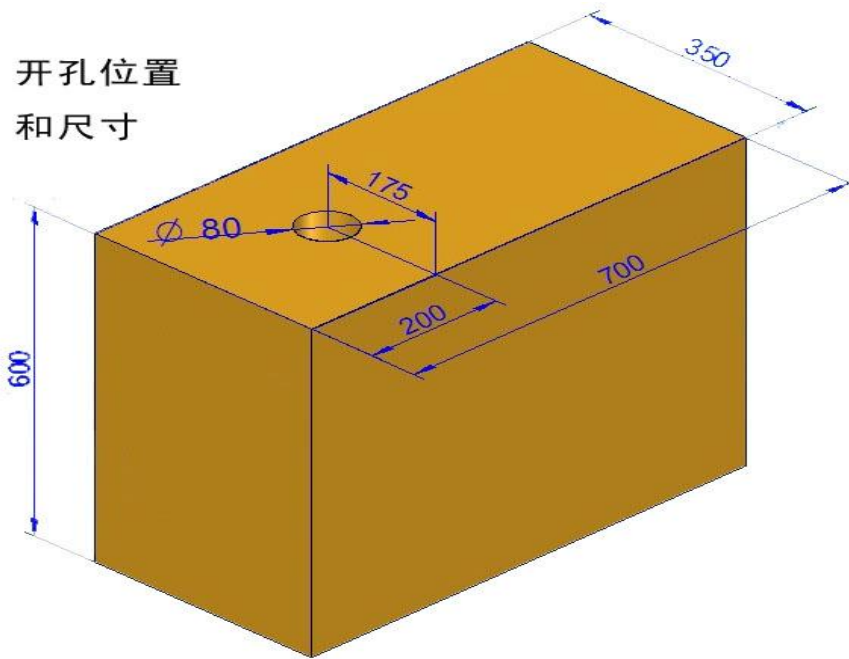

图 1
2.2 抬高底板, 用扳手将底板下的 2 只 M10 螺栓旋出, 硬度计与底板脱离, 提出硬度计 (注意安全)。拆箱后的硬度计安放在稳固的工作台上, 在工作台适当位置开孔 (尺寸位置参考图 1), 使螺杆 (5) 能正常向下工作。